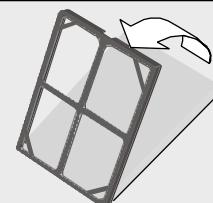

Abb. 22
- Überprüfen Sie, ob der Zusatzfilter im Halterahmen eingesetzt ist; andernfalls installieren Sie ihn wie in **Abb. 22** gezeigt. Der dunkle Teil des Filters muss am Filterrahmen anliegen.
- Setzen Sie das Zusatzfilterelement und den Halterrahmen, wie in der Abb. 22 gezeigt, in den Grobstaubfilter ein. Dabei ist zu beachten, dass es zuerst in die unteren Stifte einrasten muss.